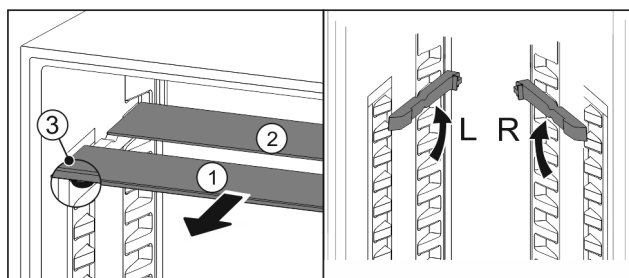

Fig. 110
- ▶ Tõmmake Fig. 110 (1) klaasplaadid üksikult ettepoole välja.
- ▷ Iluliist klaasplaat Fig. 110 (1) asub ees.
- ▷ Pidurid Fig. 110 (3) on suunatud allapoole.